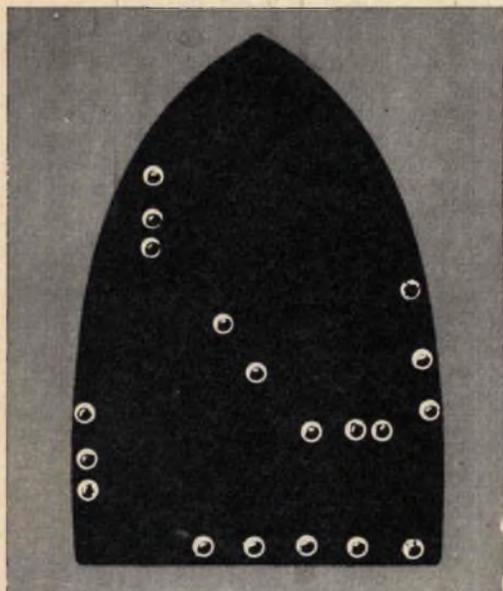

Fig. 4 - Il montaggio del ricevitore ya fatto su di una bassetta di bachelite ritagliata in forma tale da poter alloggiare comodamente nel fanale.
**Fig. 4 -** Un altro sistema per ottenere la separazione della soluzione dal residuo solido è quello della decantazione; esso consiste nella separazione meccanica, per semplice gravità, delle particelle solide sospese nel liquido.
La separazione della soluzione dal residuo solido si può ottenere anche per decantazione (fig. 4). La decantazione non è altro che la separazione meccanica, per semplice gravità, delle particelle solide sospese nel liquido. Queste, per il loro peso, si raccolgono nel fondo della provetta; ma la loro discesa, attraverso la massa liquida, è lentissima. In seguito, il liquido purificato rimasto superiormente viene versato con grande cura in un bicchiere, lasciando sul fondo, come melma, le particelle solide separate.